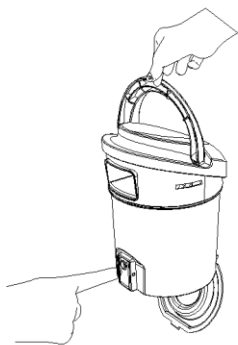

Fig. 4
- Ouvrir le couvercle afin de vider le contenu du réservoir dans le container d'ordures approprié. (Fig. 4)